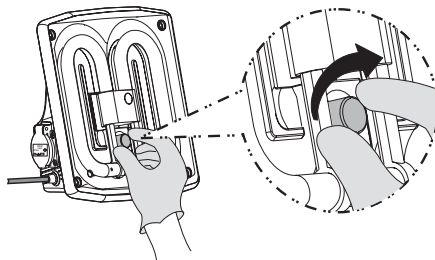

Afb. 18
5.2.2 Verwijder de verbruikte starter: draai de starter tegen de wijzers in en trek hem uit de starterfitting. (afb. 18).